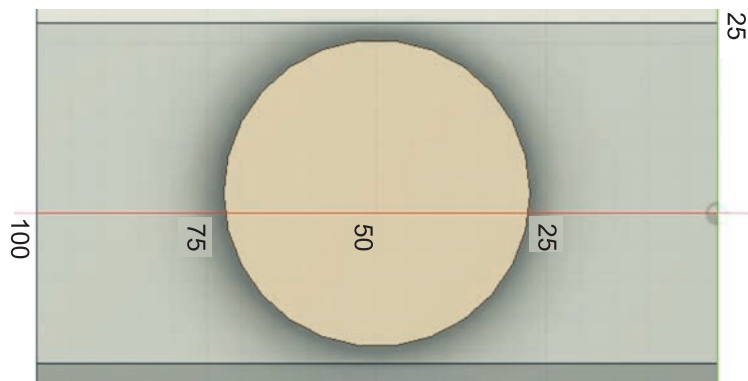

Рис. 41. Новый скетч (для горловины)
2.13. Остаётся создать саму горловину с резьбой. Для этого выберем плоскость новой большой окружности и начнём новый скетч нажатием **Create Sketch** (рис. 41).